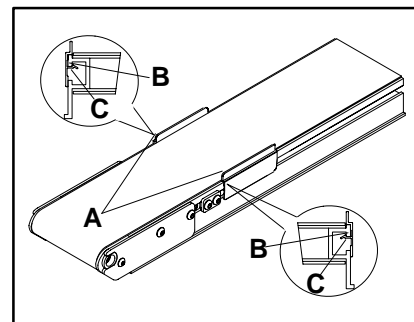

Abbildung 3: Hinweise zur Montage der Spurführungsvorrichtung bei Bandförderern mit niedriger Seitenführung
Bei allen Bandförderern mit niedriger Seitenführung, die über keine zusätzliche Führung verfügen, sind werkseitig an beiden Kopfseiten des Bandförderers Spurführungsvorrichtungen (A in Abbildung 3) montiert. Jede dieser Vorrichtungen besteht aus einem 89 mm langen Stück geformten Kunststoff, das über der T-Schlitznut an der Seitenwand (B) des Bandförderers befestigt wird.
ANMERKUNG: Verwenden Sie die Spurführungsvorrichtungen (A in Abbildung 3) während der ersten Inbetriebnahme des Bandförderers, um die Spur des Fördergurtes gegebenenfalls zu kontrollieren. Die Führungsvorrichtungen können nach der Inbetriebnahme montiert bleiben oder entfernt werden. Halten Sie die Spurführungsvorrichtungen für die Inbetriebnahme nach dem Reinigen oder Austausch des Fördergurtes bereit.